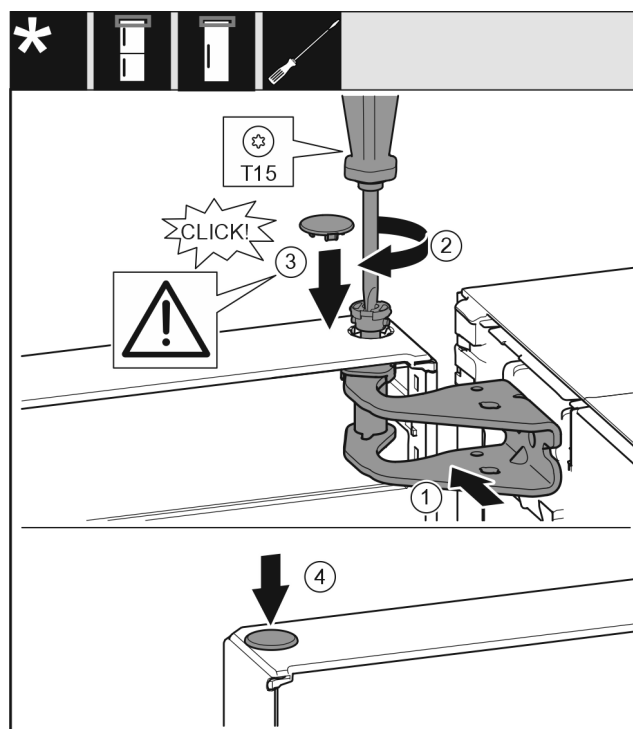

Fig. 45
- Aligner la porte en haut sur l'ouverture du support de palier Fig. 45 (1).
- Insérer l'axe Fig. 45 (2) et le serrer avec un tournevis.
- Installer le couvercle Fig. 45 (3).
- Vérifier que le couvercle Fig. 45 (3) repose bien sur la porte.
- Installer le couvercle Fig. 45 (4).